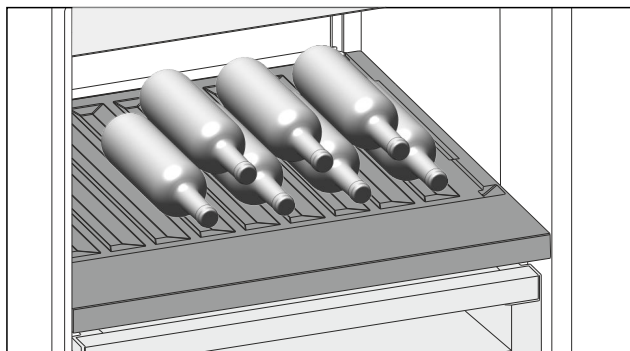

Fig. 175 Représentation à titre d'exemple
- Placer les bouteilles avec le fond orienté vers la paroi arrière de l'appareil. (voir Fig. 175)